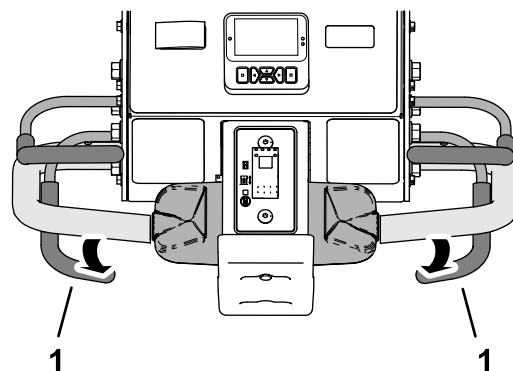

Figura 85
- Cuando el neumático delantero alcance el perímetro de la zona de aireación, suelte la barra de aireación (Figura 85).